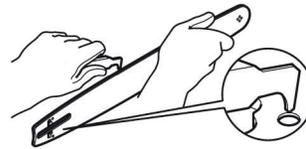

Fig. 48
- > Compruebe la rueda dentada motriz (22). Si está desgastada o dañada debido a una tensión, sustitúyala acudiendo a un agente de servicio técnico autorizado.
- > Limpie los residuos de los carriles en la barra guía (4) con un destornillador, espátula, cepillo de alambre u otra herramienta similar. Esto mantendrá los pasajes de aceite abiertos para suministrar una lubricación apropiada a la barra (4) y a la cadena (3) (Fig. 48).